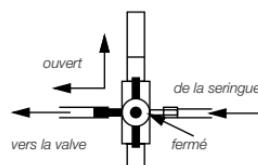

Fig. 10
- tourner le robinet à trois voies tandis que le tube en silicone est plongé dans le bain d'eau afin d'isoler la seringue du manomètre (voir Fig. 10).
- continuer à maintenir avec précautions un débit à travers la valve et tourner le robinet à trois voies, comme indiqué sur Fig. 10, pour isoler la seringue.